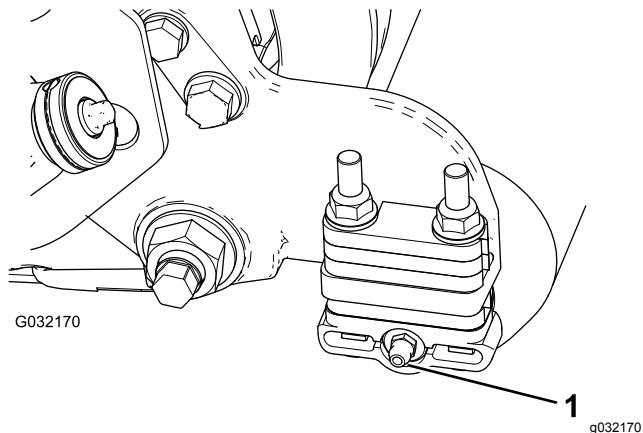

Figura 2
- Installate il raccordo d'ingrassaggio a 90° in modo che sia rivolto all'indietro (Figura 2).